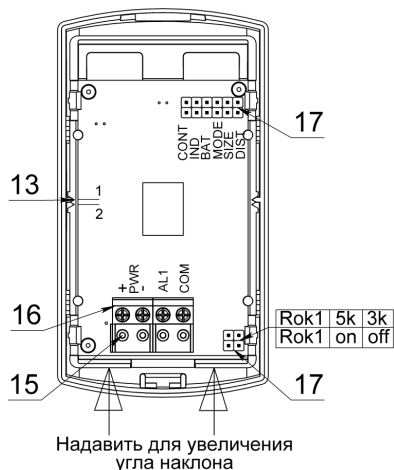

Рис. 5 Плата ИО в крышке.
Для переустановки держателя в положения «2» необходимо с небольшим усилием сдвинуть держатель вверх относительно крышки (рис. 5). Внимание: держатель (4) и линзу (2) не изымать и не переворачивать.
Подсоединить провода питания и ШС к накладной колодке в соответствии с назначением контактов (рис. 5).
Подсоединить колодки (16) к плате (3) (рис. 5). Установить ИО на основание.